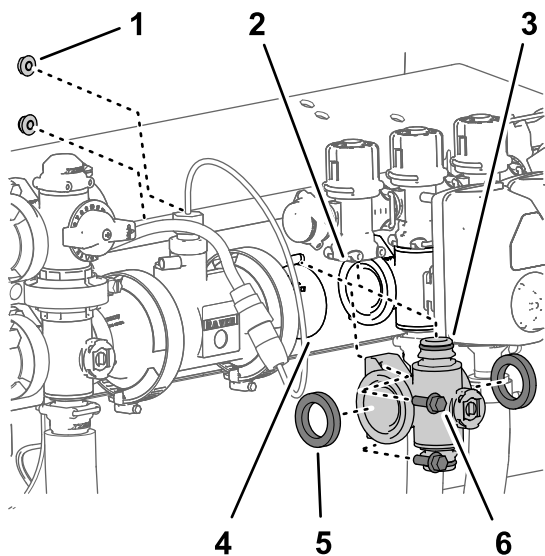
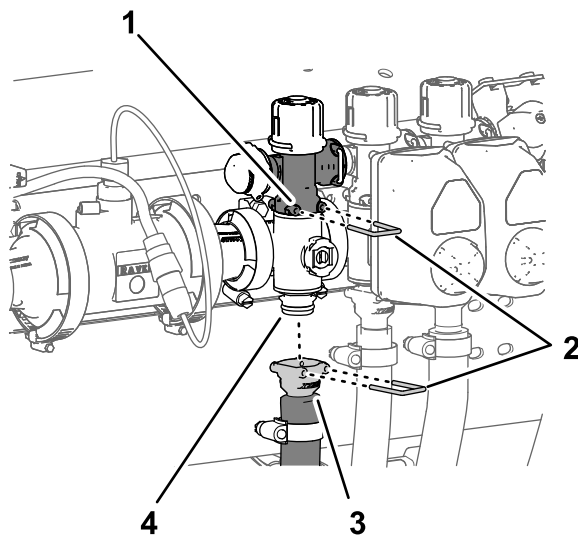

Figura 117
Figura 118
1. Allineate le 2 guarnizioni rimosse in Rimozione della valvola del collettore della sezione \(pagina 86\) alle flange del collettore della valvola della sezione (Figura 117).
2. Allineate la flangia del collettore della valvola della sezione allo spazio tra le flange dell'altra o delle altre valvole e/o dell'adattatore di accoppiamento (Figura 117).
3. Montate il raccordo di collegamento rapido del collettore della valvola della sezione sul raccordo a scollegamento rapido della valvola di bypass della sezione mediante un perno di collegamento rapido (Figura 117 e Figura 118).
5. Per i collettori delle valvole delle sezioni sinistra o destra, montate il collettore della valvola della sezione sul supporto della valvola (Figura 117)
8. Montate l'accoppiatore rapido del flessibile della sezione sul raccordo di collegamento rapido del collettore della valvola della sezione mediante il perno di collegamento rapido (Figura 118).